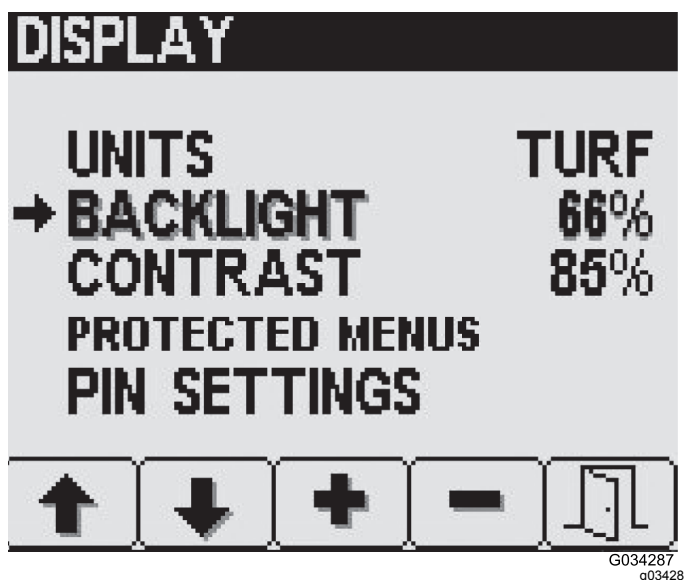

Figura 21
1. Premete il pulsante 2 sulla schermata Impostazioni display fino a raggiungere Retroilluminazione o Contrasto (Figura 21).
2. Utilizzate i pulsanti 3 e 4 per impostare il valore desiderato (Figura 21).